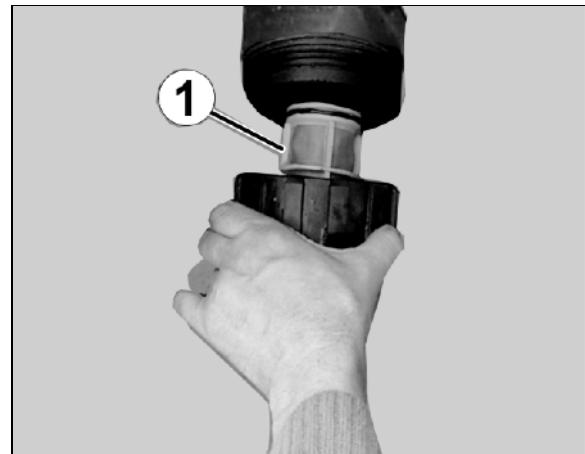

Рис. 144
- Ежедневно очищайте всасывающий фильтр (Рис. 144) после очистки полевого опрыскивателя.
- Смажьте консистентной смазкой кольцо круглого сечения снизу на всасывающем фильтре (Рис. 144/4).
1. Освободите крышку всасывающего фильтра (Рис. 144/2).
2. Снимите крышку и фильтр (Рис. 144/3) и очистите их водой.
5. Освободите крышку всасывающего фильтра (Рис. 144/2).
6. Задействуйте клапан сброса давления на всасывающем фильтре (Рис. 144/1).
7. Снимите крышку и фильтр (Рис. 144/3) и очистите их водой.